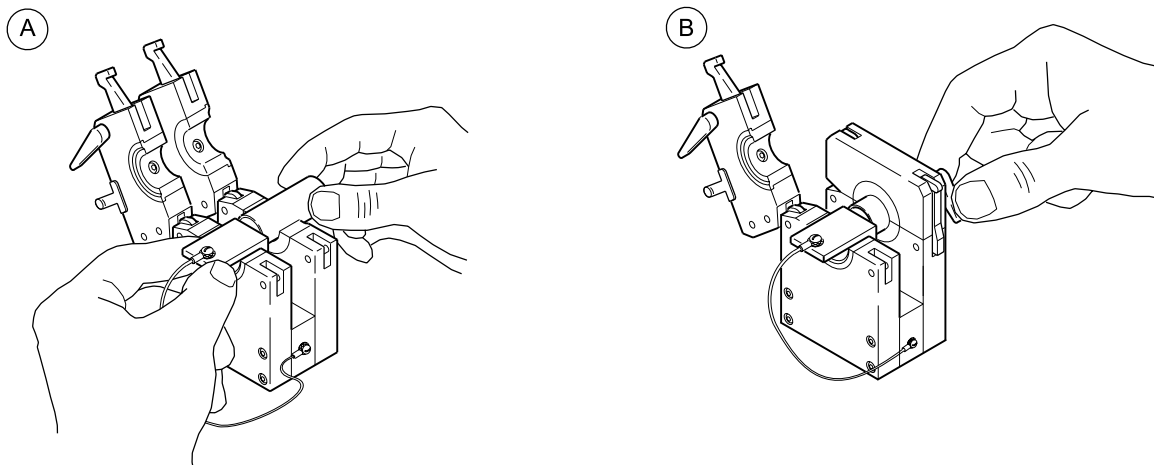

图 15 把第一个工件安装在夹具块内
2. 把一个工件与中心规对接好。参考图 15(A)。
3. 放下并锁好上侧板。参考图 15(B)。